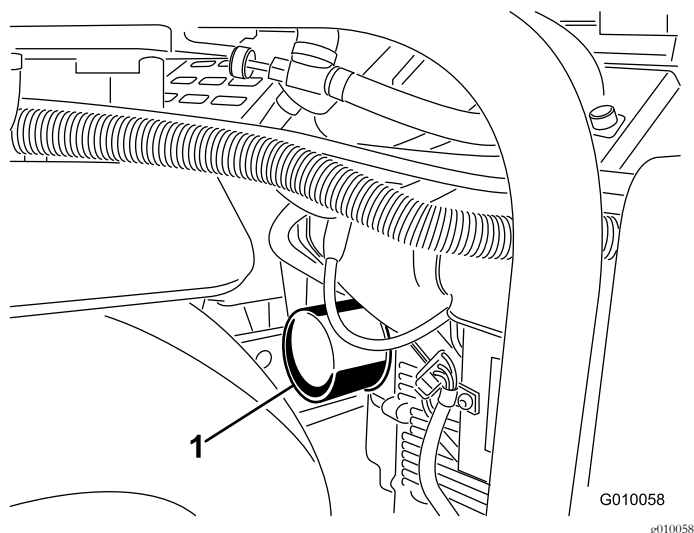
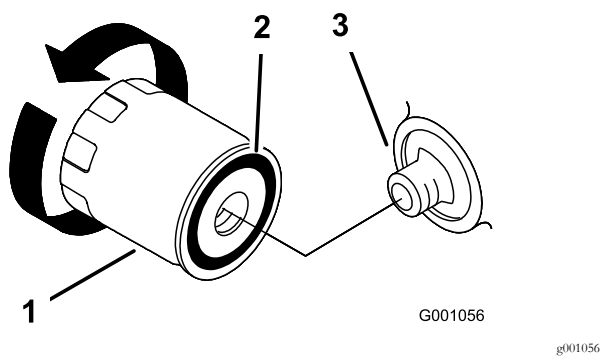

Figura 47
Figura 48
5. Coloque un recipiente poco hondo o un paño debajo del filtro para recoger el aceite (Figura 47).
6. Retire el filtro usado (Figura 47 y Figura 48) y limpie con un paño la superficie de la junta del adaptador del filtro.